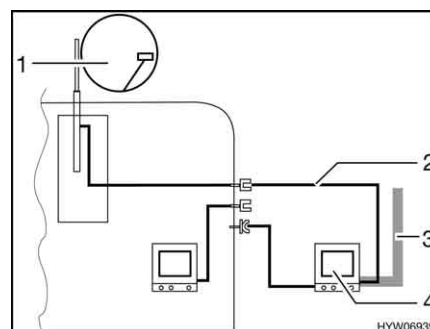

Bild 129 TV i förtältet
- TV i förtältet (Bild 129,4): Anslutning till takantenn (Bild 129,1) med anslutningskabel (Bild 129,2)
- TV i förtältet (Bild 129,4): Anslutning till extern antenn (Bild 129,3)